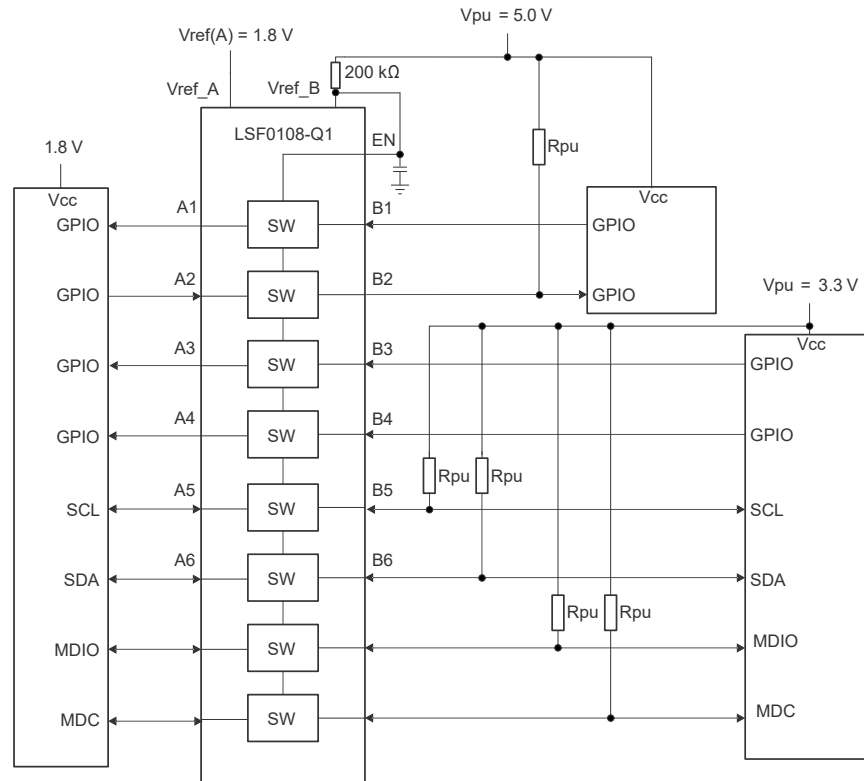

図 9-1. 複数の電圧レベルへの双方向変換
- $V_{CCB}/V_{CCA}$  は  $V_{ref\_B}$  または  $V_{ref\_A}$  と同じではありません。  $V_{CCB}$  は LSF デバイスに供給される B 側の電源電圧を表し、  $V_{ref\_B}$  は  $200k\Omega$  抵抗の反対側にある  $V_{ref\_B}$  ピン (図 9-1 のピン 7) の電圧を表します
図 9-1 に示すように、 $V_{ref\_B}$  は 200k $\Omega$  の抵抗を経由して 5V の  $V_{PU}$  電源に接続され、 $V_{ref\_A}$  は 1.8V の電源に接続されています。A1 および A2 チャンネルの最大出力電圧は  $V_{ref\_A}$  に等しく、B1 および B2 チャンネルの最大出力電圧は  $V_{PU}$  に等しくなります。
図 9-1 に、基準電源電圧  $V_{ref\_A}$  を 1.8V のプロセッサ・コア電源に接続し、 $V_{ref\_B}$  を 200k $\Omega$  の抵抗を介して 5V の電源に接続する方法を示します。A3 と B4 の出力では最大出力電圧が  $V_{ref\_A}$  に等しく、双方向インターフェイス (Ch5/6、MDIO、MDC) では最大出力電圧が  $V_{pu}$  に等しくなります。